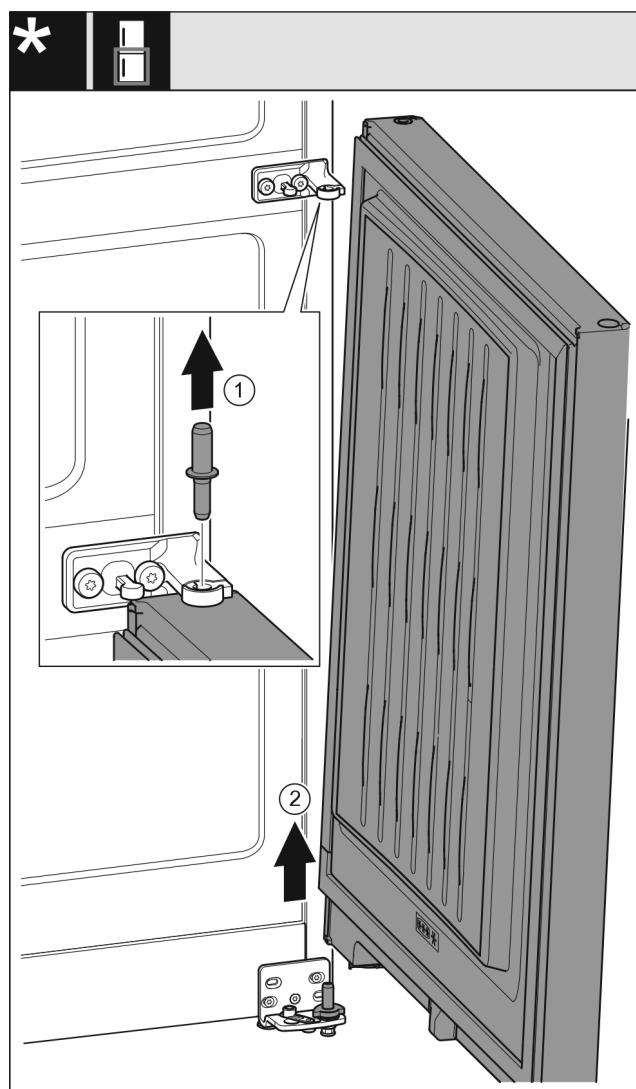

Fig. 8
- Ištraukite kaiščius į viršų. *Fig. 8 (1)*
- Pasukite duris, ištraukite jas į viršų ir pastatykite į šoną. *Fig. 8 (2)*